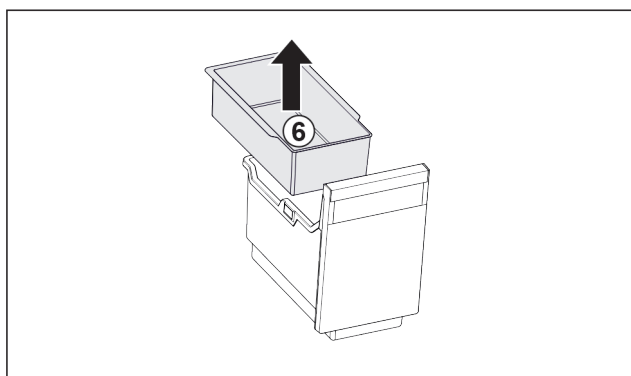

Fig. 90
- ▶ Vyjměte závěsnou misku Fig. 90 (6).